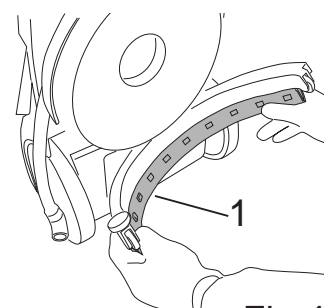

Fig.43
- Dra i bladene, på den måten trekkes enheten av (fig. 43 - ref.1).